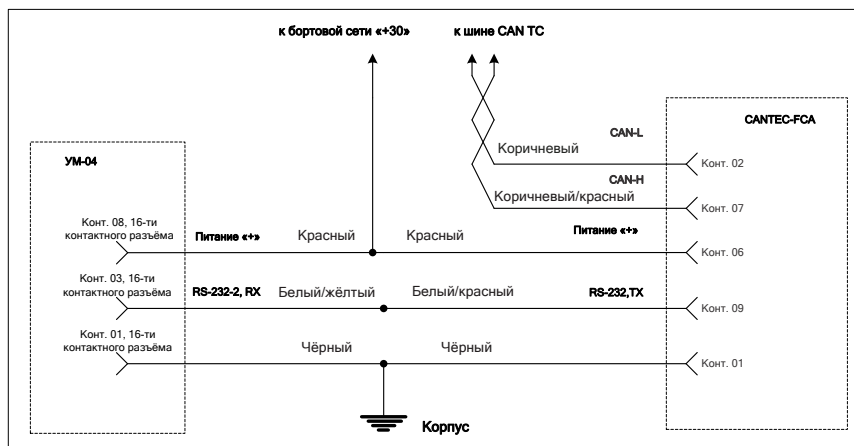

Рисунок 21 - Схема подключения модуля CANTEC-FCA
2. Аккуратно вставьте карту microSD в слот (рисунок 21).
Встроенный аккумулятор необходимо подключать перед началом эксплуатации устройства, в двух контактный разъем, расположенный на плате (рисунок 21). При подключении обратите внимание на направление «ключа».